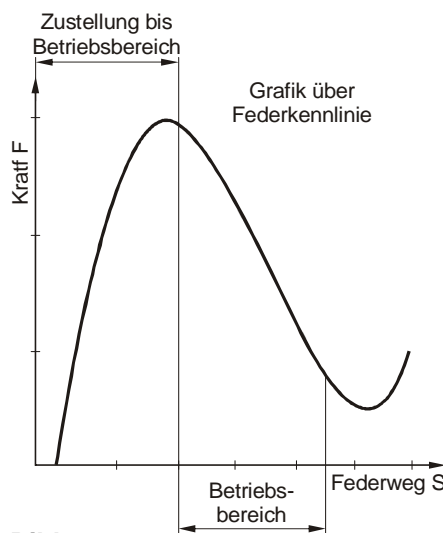

Bild 9
Der jeweilige Drehmoment-Einstellbereich ist auf dem Typenschild (22) aufgedruckt. Die Einstellung erfolgt durch Verdrehen der Einstellmutter (5). Die eingebauten Tellerfedern (9) werden im negativen Bereich der Kennlinie (siehe Bild 9) betrieben, d. h. ein Anziehen der Einstellmutter (5) bewirkt ein Absinken der Federkraft, bzw. ein Lösen der Einstellmutter (5) ein Ansteigen der Federkraft.
Eine Kontrolle „**Federeinsatz im Betriebsbereich**“ (Bild 9) kann über das Maß "a" vorgenommen werden. Die Angaben hierzu entnehmen Sie aus Tabelle 2 und 3.
Maß "a" ist der Abstand von Einstellmutter-Stirnseite (5) bis Druckscheibe-Stirnseite (3), siehe Bild 9, Tabelle 2.
Ein Verstellen der Einstellmutter (5) bzw. Verspannen der Tellerfedern (9) außerhalb des Betriebsbereiches der Tellerfederkennlinie (siehe Bild 9) setzt die Kupplung außer Funktion.